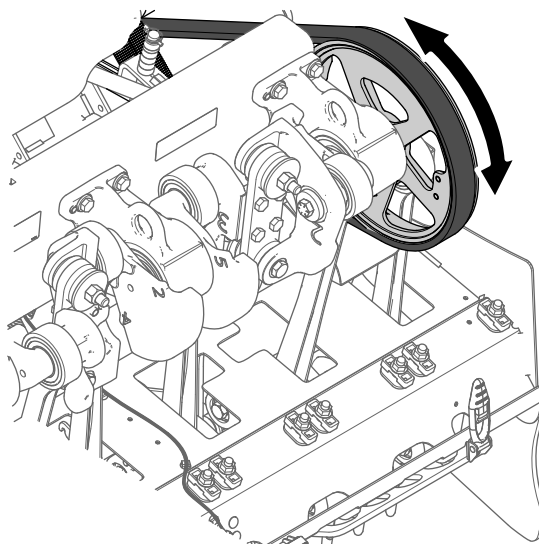
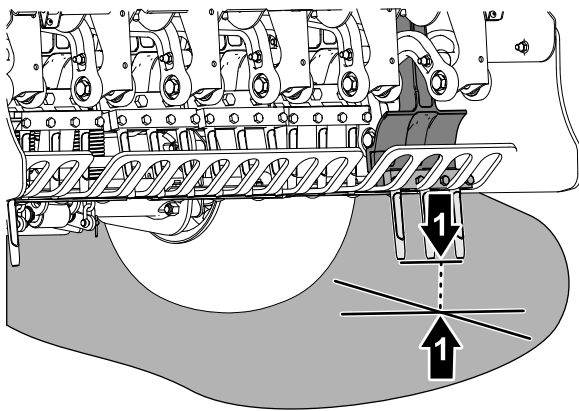

Figura 59
Figura 60
4. Rotiți roata de antrenare a capului de carotaj (Figura 59) până când dinii cei mai exteriori sunt aliniați cel mai aproape de sol (Figura 60).